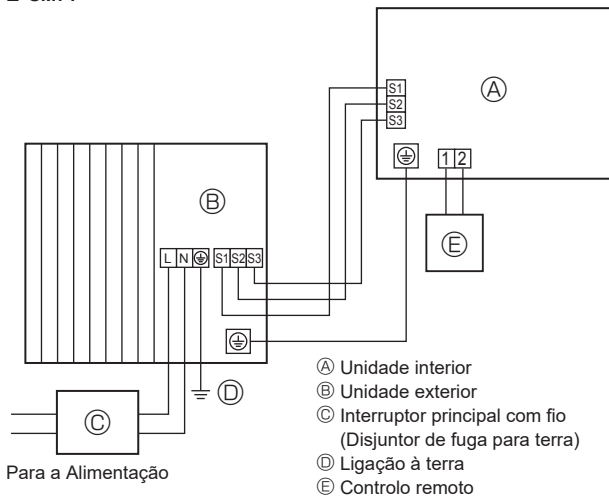
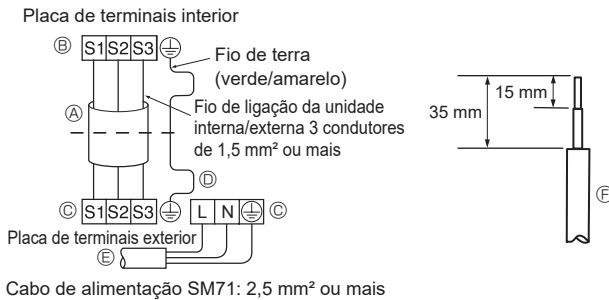
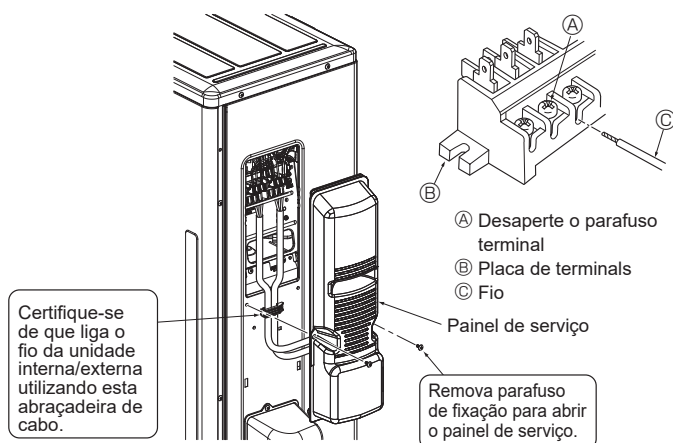

Fig. 6-1
Fig. 6-2
Fig. 6-3
### 6.1. Unidade exterior (Fig. 6-1, Fig. 6-2, Fig. 6-3)
- ① Retire o painel de serviço.
- ② Ligue os cabos referentes à Fig. 6-1, Fig. 6-2 e Fig. 6-3.
- Faça as ligações tal como demonstrado no diagrama, na parte inferior esquerda. (Obtenha o cabo a nível local) (Fig. 6-2)